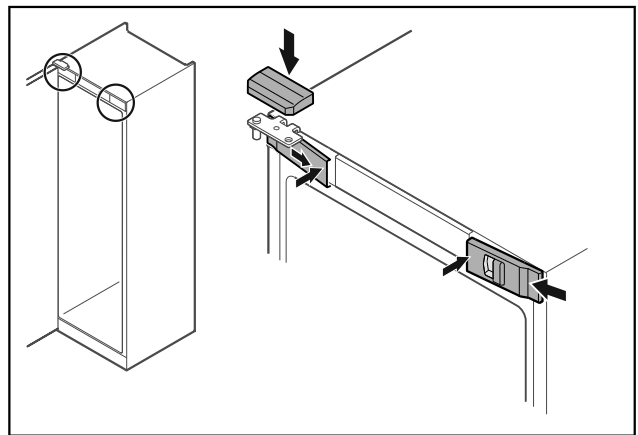

Fig. 46 *
- ▶ Зацепите сбоку и защелкните передние крышки Fig. 46 (1) с внутренней стороны.*
- ▶ Защелкните верхнюю крышку Fig. 46 (2) сверху.*